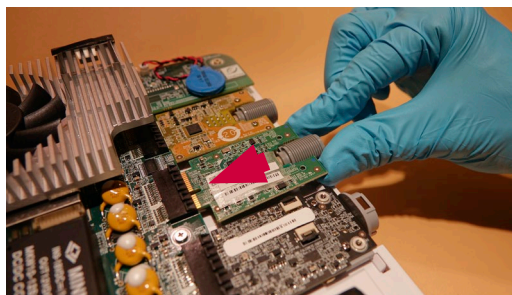

Figura 23 Inserire la nuova scheda VDI
- d) **Inserire la nuova scheda VDI nel connettore della scheda principale (Figura 23)**